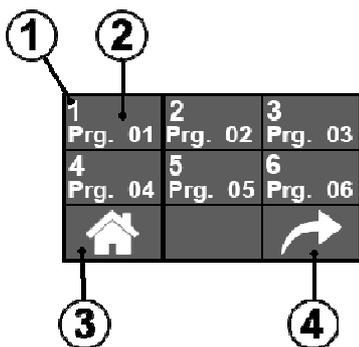
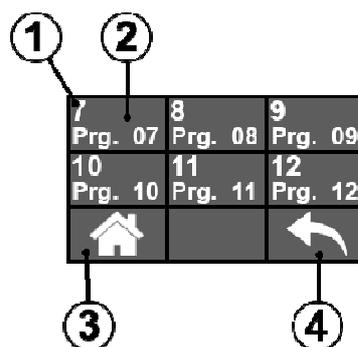

Рис. 10
Рис. 11
- 4) Кнопка перехода на следующую страницу (Рис. 11)
- 4) Кнопка перехода на предыдущую страницу (Рис. 10)
- После подтверждения названия программы посредством кнопки ОК, дисплей отобразит окно с перечнем программ (Рис. 10/Рис. 11)
- Выберите необходимую вам программу (Рис. 10/Рис. 11)